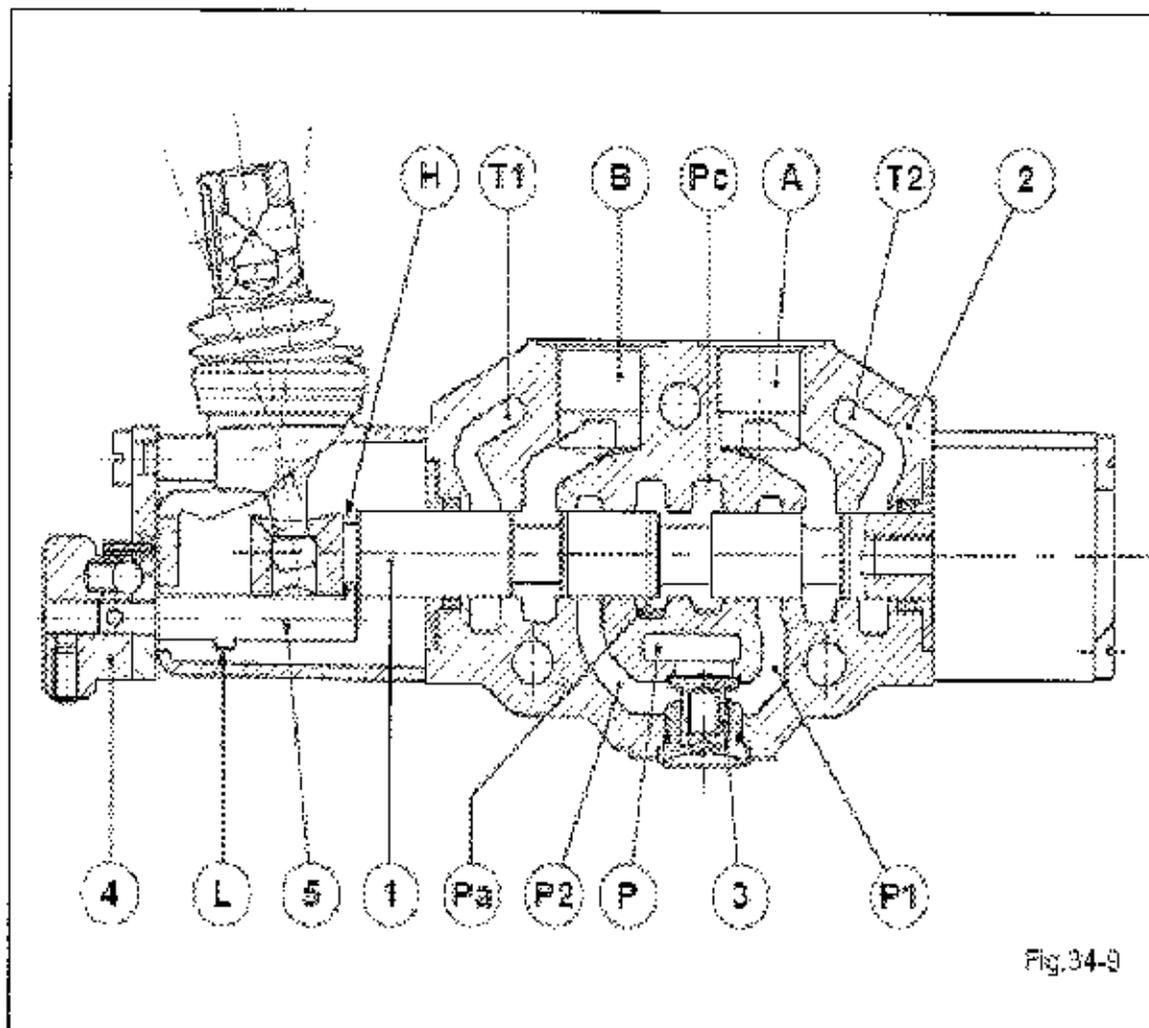

Fig. 34-9
Quand la tige (1) est en position neutre il est possible de bloquer en tournant le pommeau (4) de manière à porter le cliquet (H) dans la gorge usinée sur la tige (1) (comme indiqué dans la Fig. 34-9).